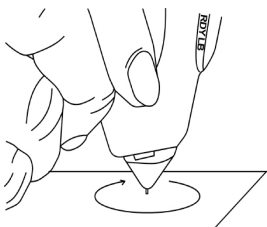

Fig. 2.3
- Sostenga la sonda tipo bolígrafo con la punta del bolígrafo formando un ángulo recto (90 grados) con cualquier papel o soporte para piedras (como se suministra). Mueva suavemente en forma circular sin retraer la punta (**Fig 2.3**).